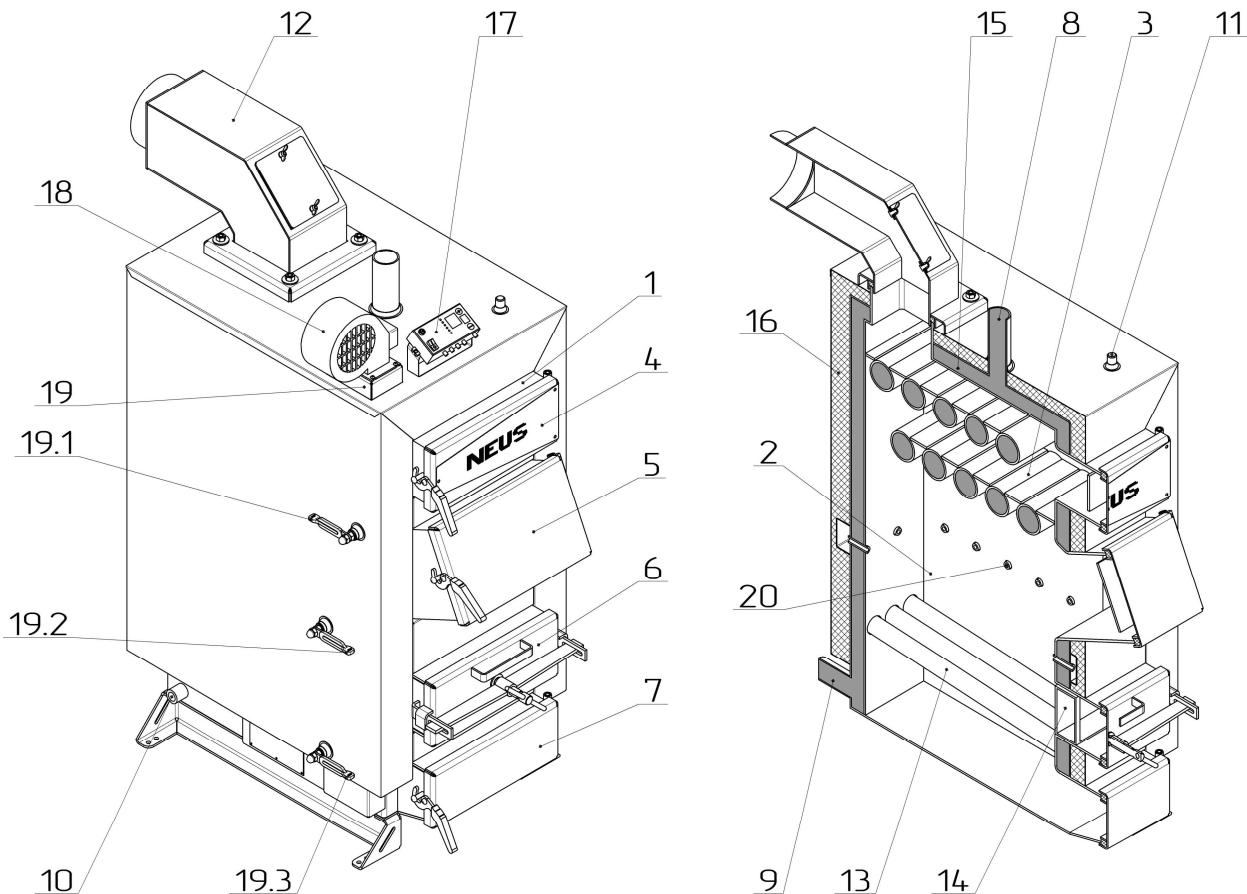

Рисунок 2 – Зовнішній вигляд та основні елементи котла
Конструктивно котел являє собою збірно-зварену конструкцію, що складається з корпуса (поз. 1, рис. 2) з камeroю згоряння (топкою) (поз. 2, рис. 2). Над топкою розташована конвекційна частина котла (поз. 3, рис. 2), що являє собою двоходовий (для потужностей 10-38 кВт), трьохходовий (для потужностей 44-65 кВт) або чотирьохходовий (для потужностей 75-120 кВт) теплообмінник.
Корпус котла виконаний в формі паралелепіпеду з подвійними стінками, які розділені водними перегородками (поз. 15, рис. 2). На зовнішній поверхні корпуса під декоративною обшивкою закріплена теплова ізоляція. (поз. 16, рис. 2).
Паливо для процесу спалення завантажується на колосникові грати (поз. 13, рис. 2) крізь завантажувальні дверцята (поз. 5, рис. 2). Колосникові грати виконані з товстостінних безшовних труб по яких постійно циркулює вода з водяної оболонки котла, що унеможливує їх прогорання. Згоряння палива в топці відбувається за участю повітря, яке постачається по каналу подачі повітря (поз. 19, рис. 2) припливним вентилятором (поз. 18, рис. 2). Кількість повітря, необхідного для процесу згоряння, регулюється автоматично регулятором температури (поз. 17, рис. 2).
Підведення і відведення теплоносія здійснюється відповідно через патрубки зворотної мережної води (поз. 9, рис. 2) і прямої мережної води (поз. 8, рис. 2).
Топочні гази виходять у димохід крізь боров (поз. 12, рис. 2), що, за попередньою домовленістю з виробником, може бути розташований у задній або верхній (як на рис. 2) частині котла.
У верхній частині корпуса котла розташований штуцер для встановлення запобіжного клапана (поз. 11, рис. 2).
На бічній стінці корпуса у нижній її частині розміщено штуцер для зливу води з котла (поз. 10, рис. 2).
- дверцята для періодичного обслуговування (чищення) конвекційної частини котла (поз. 4, рис. 2);
- ревізійний дверцята (поз. 6, рис. 2) для періодичного чищення колосникових грат;
- дверцята зольника (поз. 7, рис. 2) для можливості чищення простору під колосниками.